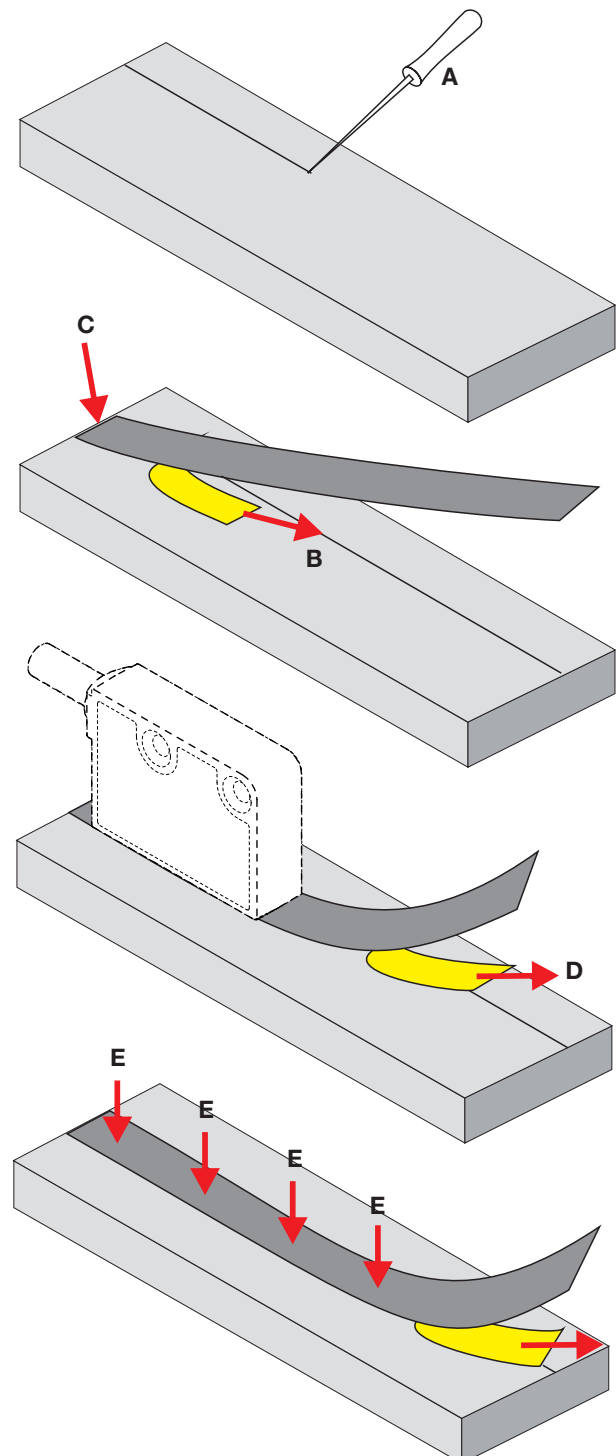

Bild 4-5: Maßkörper auf einer ebenen Oberfläche befestigen
1. Die Anschlagkante des Maßkörpers auf dem Maschinenteil vorsehen oder anreißen (Bild 4-5, A).
5. Die Klebeschutzfolie am hinteren Ende des Maßkörpers etwas abziehen (Bild 4-5, B), den Maßkörper ausrichten und ihn leicht ankleben (Bild 4-5, C).
6. Ein weiteres Stück Klebeschutzfolie entfernen (Bild 4-5, D), den Maßkörper ausrichten und von Hand leicht andrücken (Bild 4-5, E).